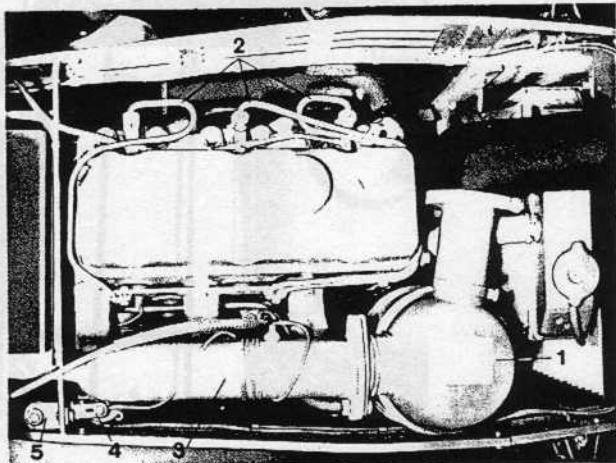

Abb. 1
- b. Startpilothalterung (4 Abb. 1) abbauen und Blinkgeber (5 Abb. 1) vorn, anstelle der Startpilothalterung anschrauben. (Nur bei A 45 und A 55)